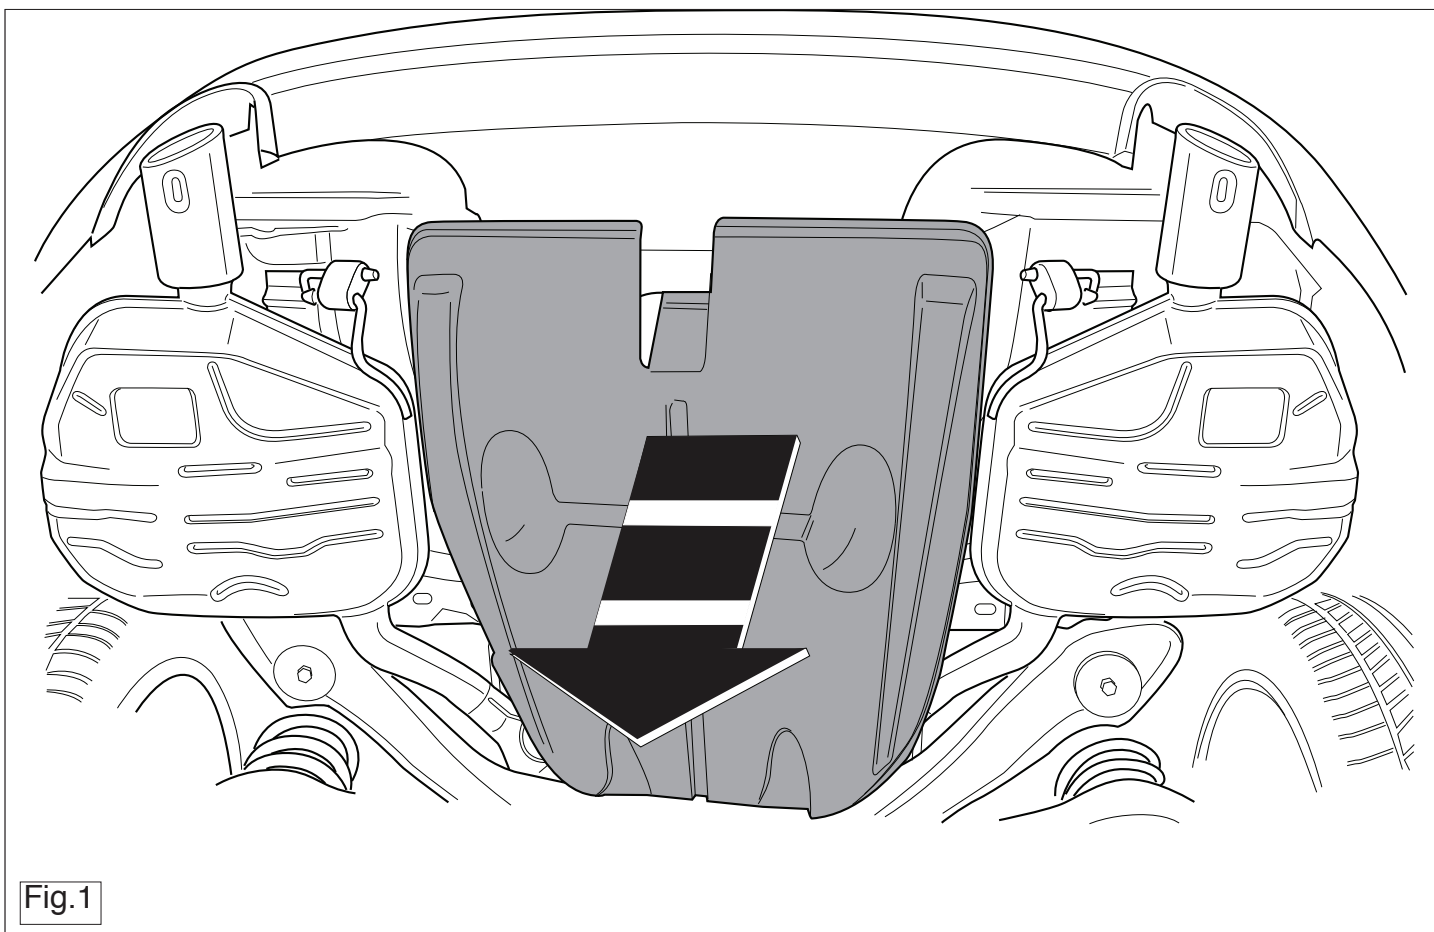

Fig.1
1. Demonter, om de findes, kunststof dækkepladen midt på undersiden. Se fig. 1.